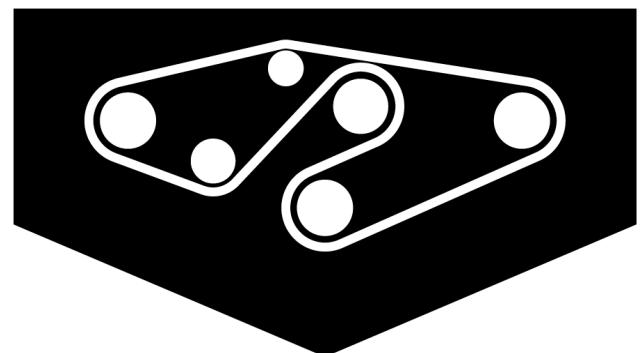

図 38
4. 図38のように、スピンドル・プーリとアイドラー・プーリに新しいベルトを回し掛ける。